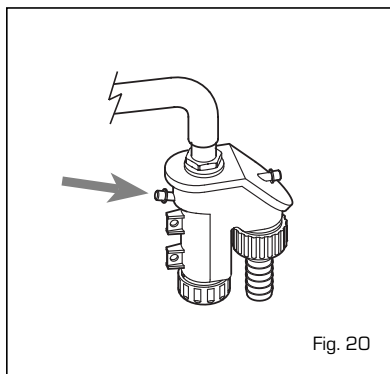

Fig. 20
4.5 MANUTENZIONE (fig. 20)
Durante le operazioni di manutenzione è necessario che il Servizio Tecnico Autorizzato controlli che il gocciolatoio sifonato sia pieno d'acqua (verifica necessaria soprattutto quando il generatore rimane inutilizzato per un lungo periodo). L'eventuale riempimento si effettua dall'apposito imbocco (fig. 20).